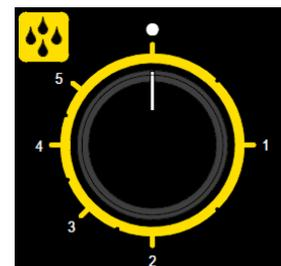

Fig. 6
**Programmation de la quantité de vapeur** - Pour produire de la vapeur durant le fonctionnement du four (chambre de cuisson chaude), tourner la manette de l'humidificateur automatique (Fig. 6) pour la mettre sur la valeur désirée (de 1 à 5). L'humidificateur cesse de fonctionner en mettant la manette sur • (éteint).